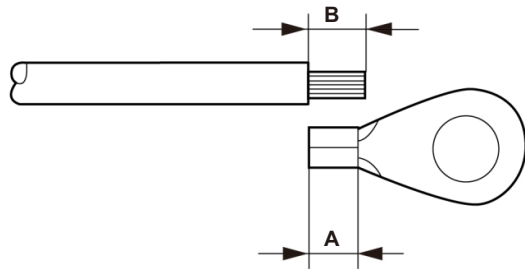

Figure 3.15 Longueur appropriée
- 3) Dénuder l'isolation du câble de mise à la terre sur une longueur appropriée (voir figure 3.15).